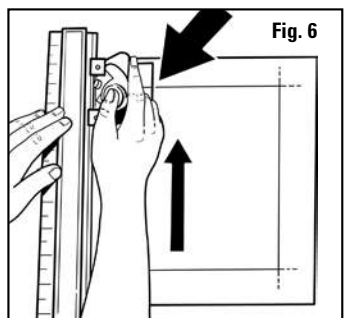

Fig. 6
4. Tout en maintenant une pression descendante sur le support de la lame, faire glisser le couteau à biseau à l'écart de soi jusqu'à ce que sa ligne argentée croise la ligne au crayon supérieure. S'assurer de maintenir une pression descendante constante. **Fig. 6**